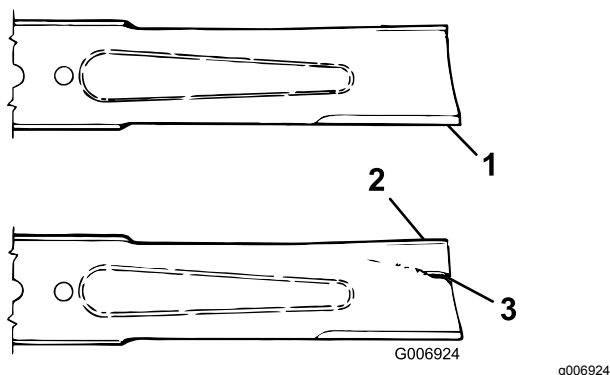

Figure 84
3. Examinez attentivement les tranchants de la lame, particulièrement au point de rencontre des parties plane et relevée (Figure 84).
4. Remplacez la lame si elle est usée (Figure 84) ; voir Retrait et montage d'une lame \(page 63\).